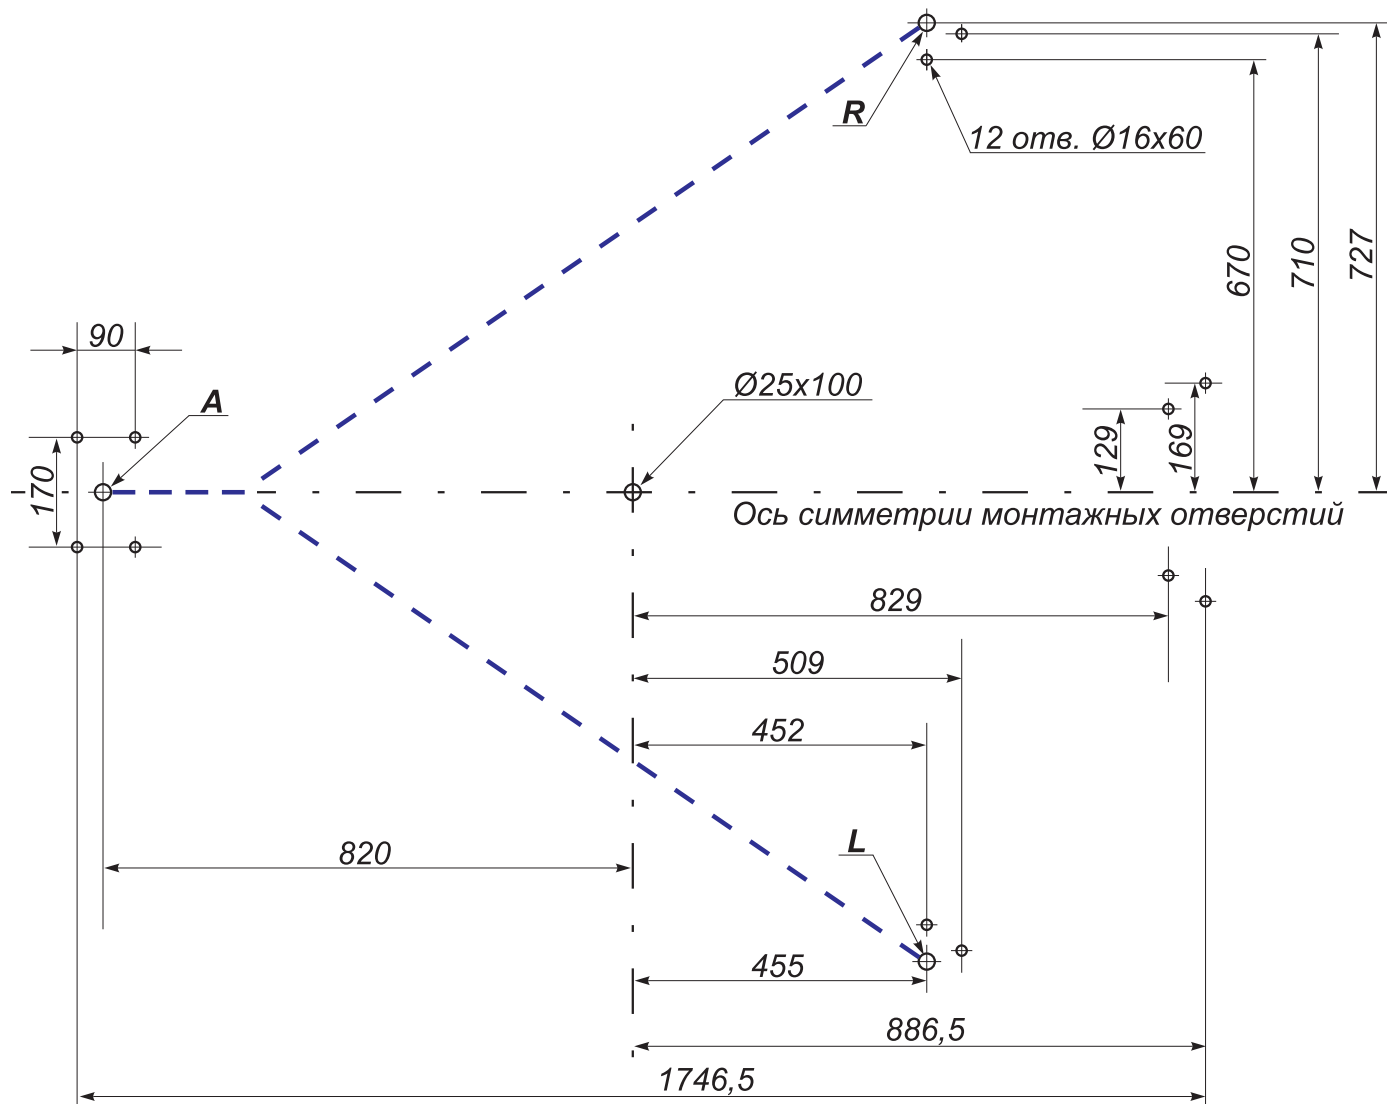

Рисунок 8 – Схема разметки для установки турникета:
8.2.6 Установите левую секцию формирователя прохода (6) таким образом, чтобы опорная стойка секции с блоком индикации (9) располагалась над зоной *L* (рисунок 8). Совместите четыре отверстия во фланцах (8) секции с отверстиями в установочной поверхности. Закрепите секцию с помощью анкерных болтов, при этом усилие затяжки болтов должно быть предварительным, обеспечивающим возможность регулировки отклонения секции от вертикали. Подведите кабель индикации (10) и кабель считывателя (23)* по кабельному каналу к зоне *A*.
8.2.7 Установите и закрепите правую секцию формирователя прохода (7) таким образом, чтобы опорная стойка секции с блоком индикации располагалась над зоной *R* (рисунок 8). Подведите кабель индикации (11) и кабель считывателя (24)* по кабельному каналу к зоне *A*.
8.2.10 Установите преграждающую стойку фланцем (4) на зону А, а нижний узел вращения (5) — на отверстие с анкером $\varnothing 25$ мм (рисунок 8). Совместите четыре отверстия во фланце и одно отверстие в центре нижнего узла вращения с отверстиями в установочной поверхности. Закрепите преграждающую стойку с помощью анкерных болтов, при этом усилие затяжки болтов должно быть предварительным, обеспечивающим возможность регулировки её отклонения от вертикали.
8.2.22 Установите собранный ротор (1) (п. 8.2.18) с небольшим наклоном нижним концом в нижний узел вращения (5) в исходное положение, соответствующее выбранному варианту перекрытия створками зоны прохода в исходном состоянии турникета (А или Б, см. п. 5.2.12).
Для обеспечения возможности работы турникета в **бесшлюзовых режимах (вариант А** исходного состояния турникета) перекройте зону прохода **одной** створкой, расположив её параллельно оси симметрии монтажных отверстий (рис. 8) в направлении к стыку секций (6) и (7) формователя прохода (рис. 1 и 12, а).